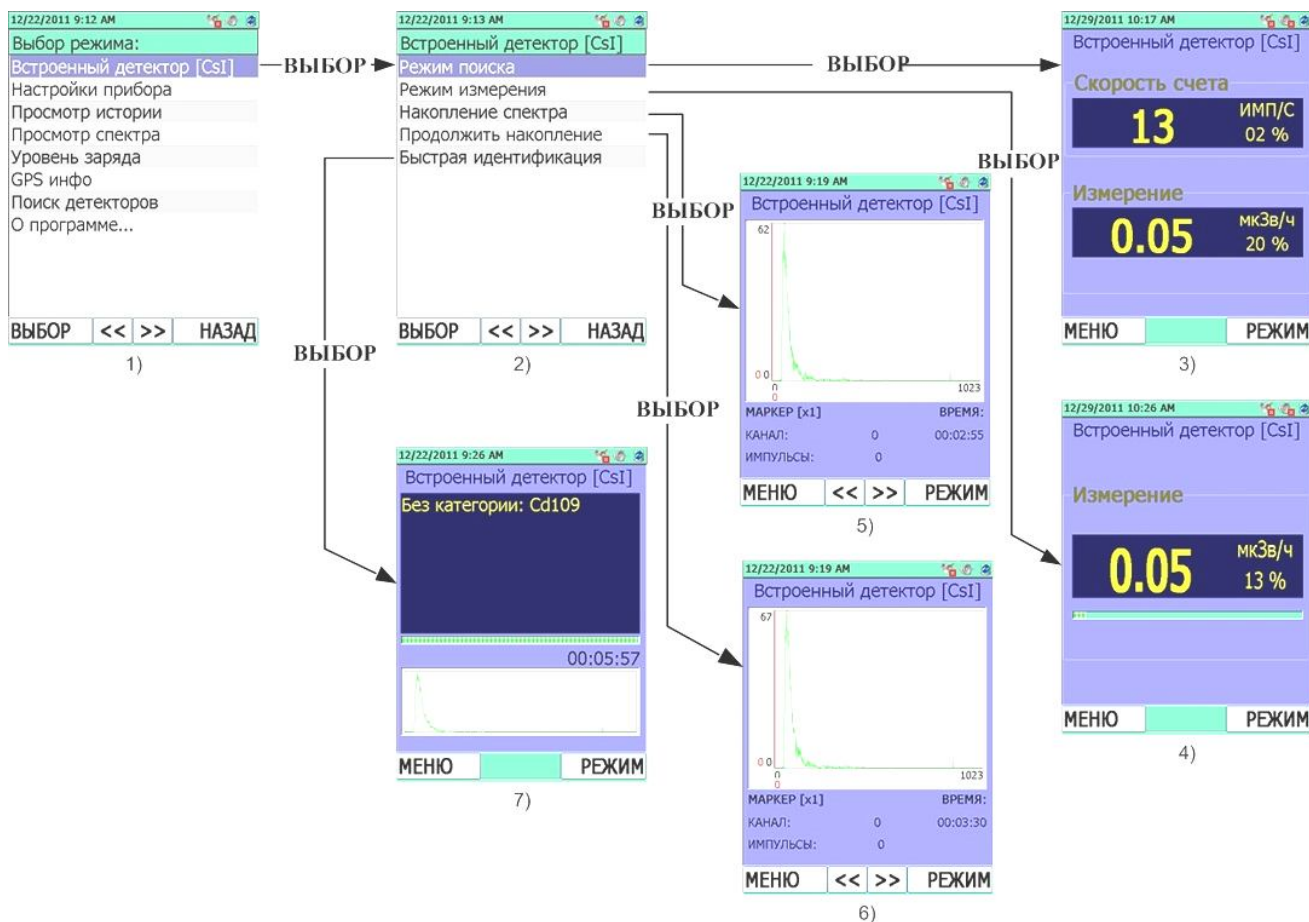

Рисунок 11.2
Режим работы встроенного БД "Встроенный детектор [CsI]" является приоритетным режимом работы прибора. Прибор переходит в режим работы встроенного БД (а именно, в режим поиска источников фотонного излучения "Режим поиска" встроенного БД) автоматически после включения. В данный режим можно войти так же при выборе пункта меню "Встроенный детектор [CsI]" в окне индикации режимов работы прибора, рисунок 11.2 (1). В открывшемся окне, рисунок 11.2 (2), отображены режимы работы встроенного БД "Встроенный детектор [CsI]":
- режим поиска источников фотонного излучения "Режим поиска" (рисунок 11.2 (3), 11.1.3);
- режим измерения МЭД фотонного излучения "Режим измерения" (рисунок 11.2 (4), 11.1.4);
- режим регистрации сцинтилляционных спектров фотонного излучения "Накопление спектра"/"Продолжить накопление" (рисунок 11.2 (5, 6), 11.1.5);
- режим идентификации радионуклидного состава вещества "Быстрая идентификация" (рисунок 11.2 (7), 11.1.6);
В режим поиска источников фотонного излучения "Режим поиска" прибор входит автоматически после окончания калибровки, а так же при выборе в окне отображения режимов работы встроенного БД "Встроенный детектор [CsI]" пункта меню "Режим поиска", рисунок 11.2 (1-3).
В режим измерения МЭД фотонного излучения "Режим измерения" прибор входит принудительно при выборе в окне отображения режимов работы встроенного БД "Встроенный детектор [CsI]" пункта меню "Режим измерения", рисунок 11.2 (1, 2, 4).